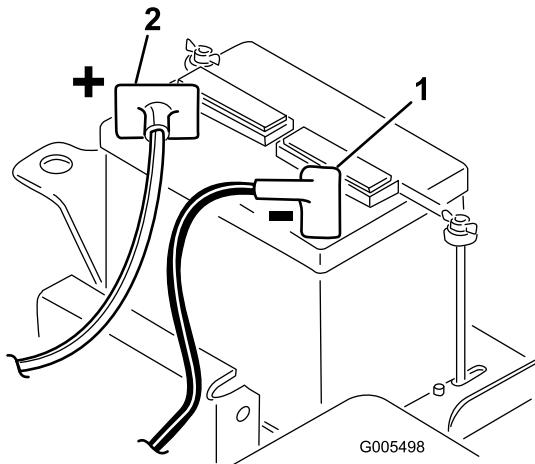

Figura 5
2. Ligue o cabo positivo da bateria (vermelho) a partir do solenoíde de arranque ao pólo positivo (+) da bateria (Figura 5). Fixe-a com uma chave de porcas e cubra o terminal com vaselina. Certifique-se de que o cabo não toca no banco, na posição mais atrás, porque pode desgastar ou danificar o cabo.